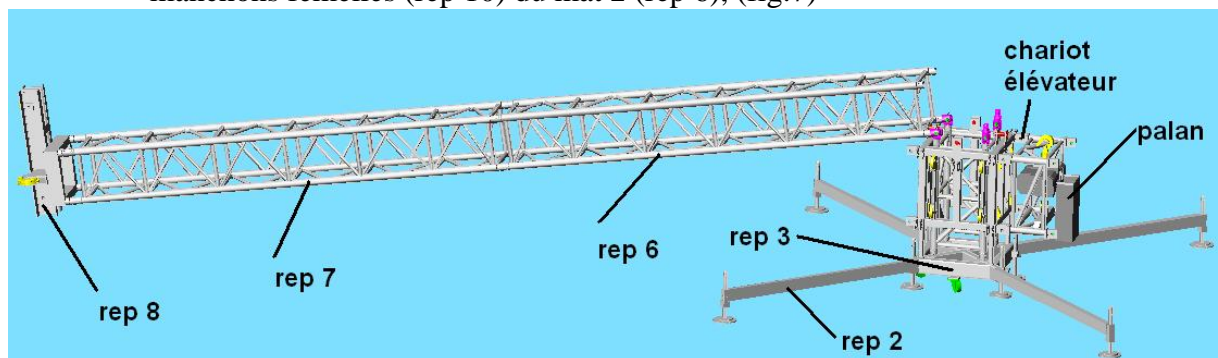
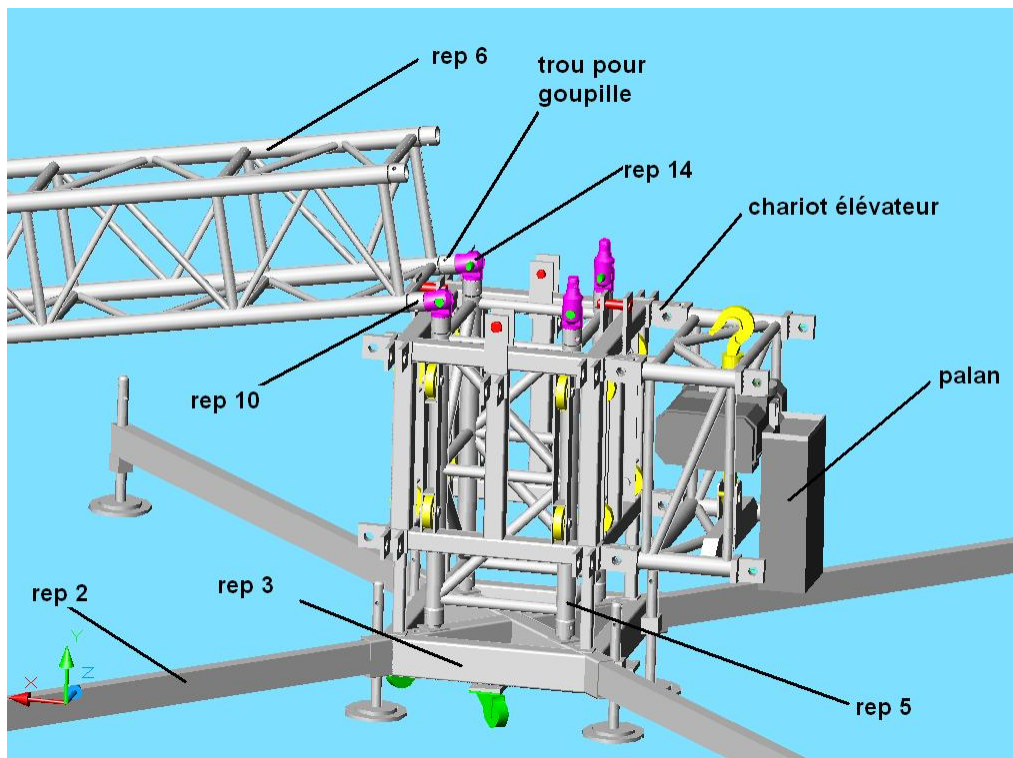

fig.6
fig.7
- a) Placer l'ensemble du mât sur le chariot élévateur (fig.6), de sorte à pouvoir assembler, dans un premier temps, les charnières (rep 14) du mât 1 (rep 5) et les manchons femelles (rep 10) du mât 2 (rep 6), (fig.7)
Verrouiller les charnières (rep 14) du mât 1 (rep 5) avec les manchons femelles (rep 10) du mât 2 (rep 6) à l'aide d'une goupille de sécurité en la plaçant dans le trou prévu à cet effet (fig.7).